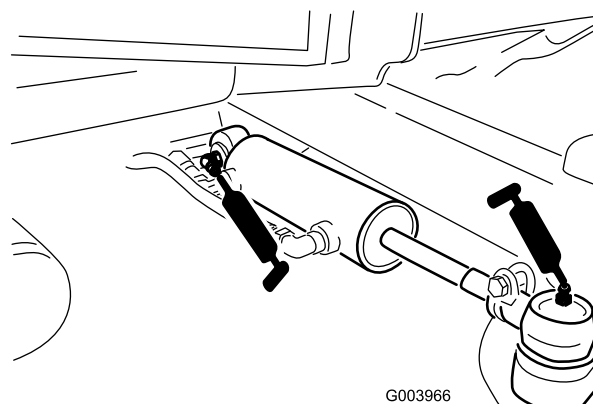

Figura 53
- Rótulas do cilindro de direção (2) (Figura 53)